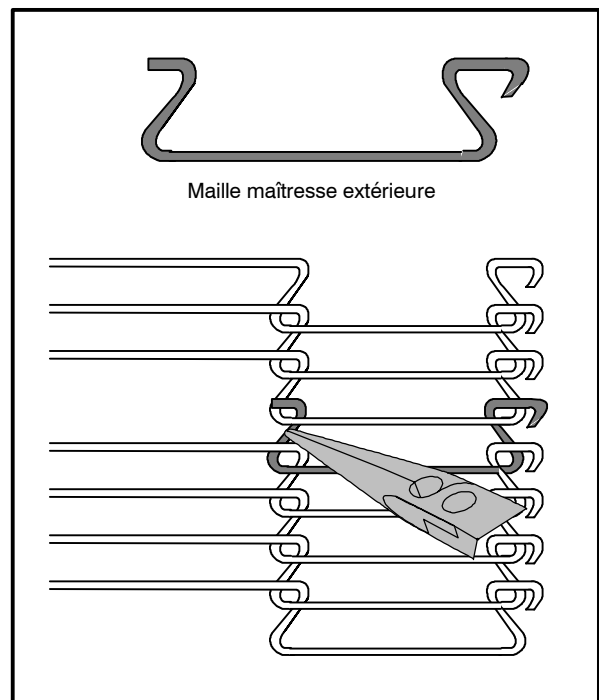

Figure 11
7. Placez les mailles maîtresses extérieures pour terminer la liaison des deux extrémités du tapis du convoyeur. Voir la Figure 11